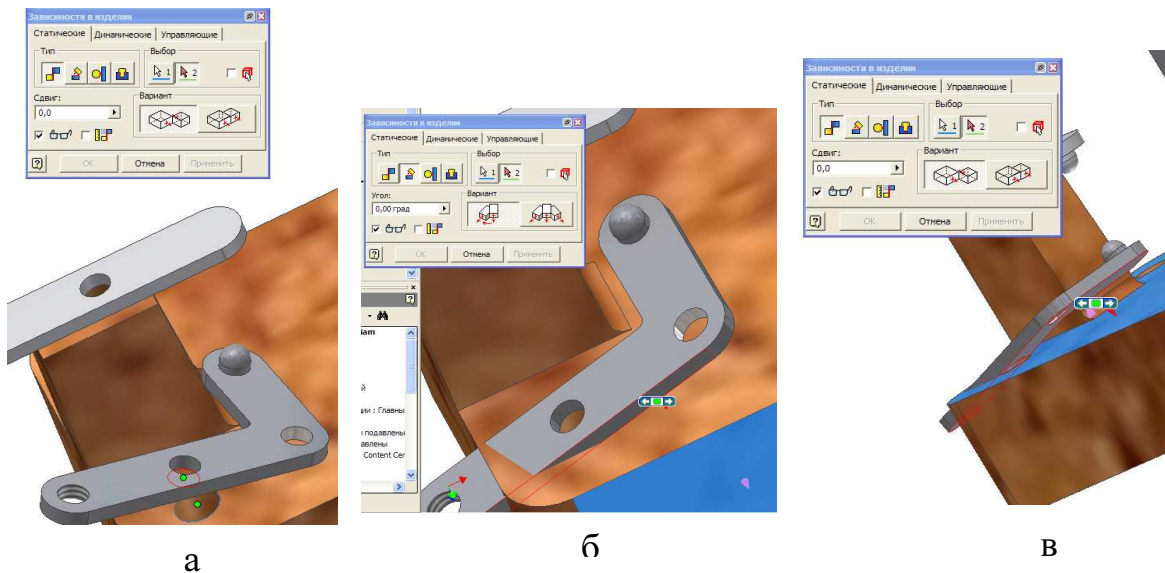

Рис. 141
- 1) совмещение по центральным точкам нижней кромки отверстия контакта и отверстия корпуса (рис. 141 а);
- 2) по углу между корпусом и контактом (рис. 141 б);